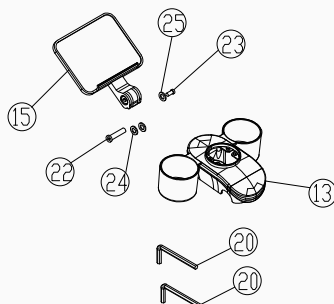

Figura 3
3. Aliniați plăcile de acoperire superioare și inferioare (Partea 13) cu canelura de pe suportul pentru telefon (Partea 15), apoi fixați-le cu șuruburi de blocare M8×55 (Partea 23), șuruburi de blocare M8×12 (Partea 24) și două șaibe plate (Φ16×Φ8.5×1, Partea 25). Strângeți toate elementele de fixare folosind o cheie hexagonală de 5 mm (Partea 21), așa cum este indicat în Figura 3.